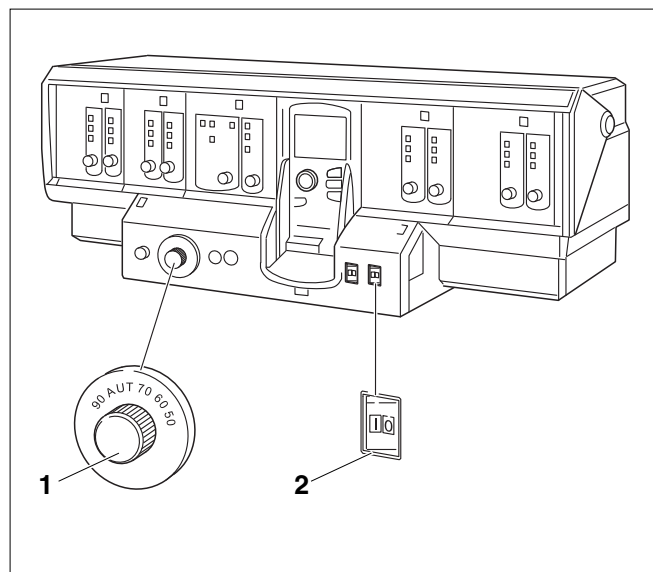

Рис. 3 Система управления (здесь: Logomatic 4000)
- Установите регулятор температуры котловой воды (рис. 3, **Поз. 1**) в положение "AUT".
- Установите пусковой выключатель (рис. 3, **Поз. 2**) в положение "I" (ВКЛ).
- Установите пусковой выключатель (рис. 3, Поз. 1) в положение "0" (ВЫКЛ).